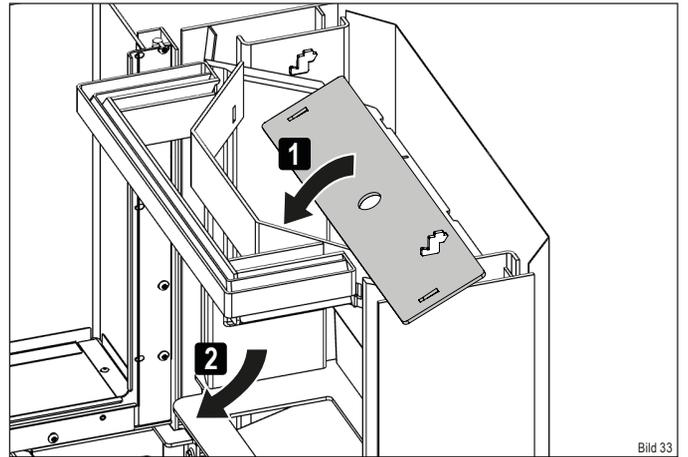

Bild 33
- ▶ Drehen Sie das untere Umlenblech und entnehmen sie es (Bild 33).